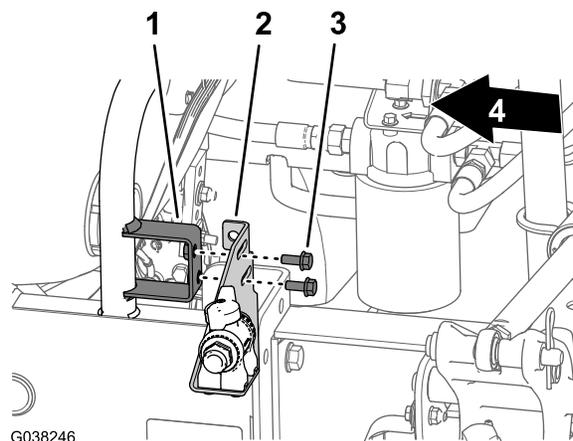

Figure 60
- Alignez les fentes du support de la vanne d'agitation et les trous du support du régulateur (Figure 60).
- Fixez le support de la vanne d'agitation au support du régulateur de débit (Figure 60) à l'aide de 2 boulons à embase (5/16" x 3/4").